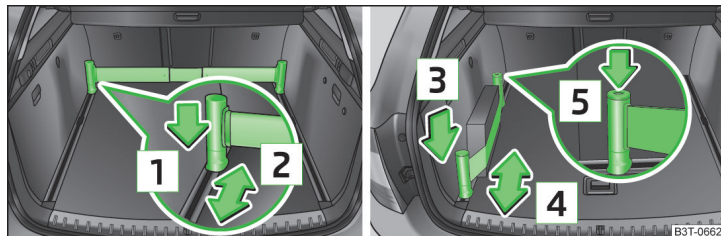

Fig. 117 Barra telescópica y correa tensora
- Presionar la parte superior del soporte en la dirección de la flecha **[1]** » fig. 117 y empujarla al mismo tiempo hacia la posición deseada en el sentido de la flecha **[2]**.
- Presionar el soporte en la dirección de la flecha **[3]** » fig. 117 y empujar al mismo tiempo hacia la posición deseada en el sentido de la flecha **[4]**.
- La correa tensora también se puede enrollar completamente pulsando la tecla **[5]** » fig. 117.